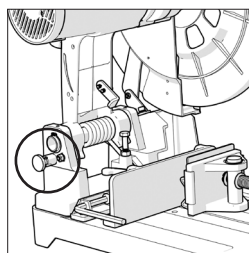

Fig. 1
- Tirez sur la broche de verrouillage de la tête de coupe et bloquez-la en position externe (**Fig. 1**) Laissez la tête de coupe se relever à son maximum.